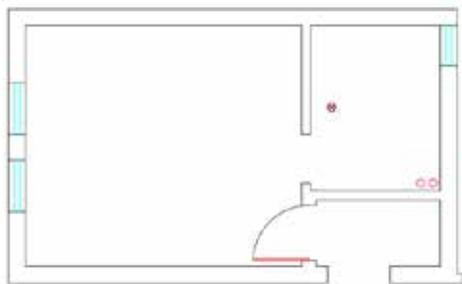

图 2-7
STEP 07 执行“修剪”命令,选择剪切边,修剪卧室门圆弧,执行“特性”命令,选择矩形,修改矩形颜色为红色,如图 2-7 所示。